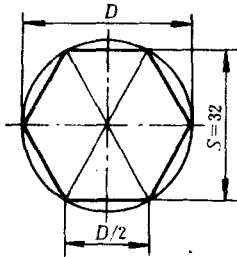

图 1-7 六角头
6. 如图 1-7 所示六角头,需扳手口宽度 S 为 32mm,试求六角头所在圆的直径 D 。